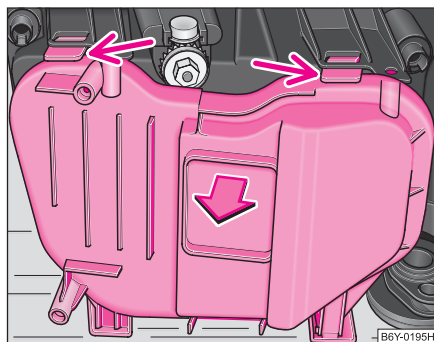
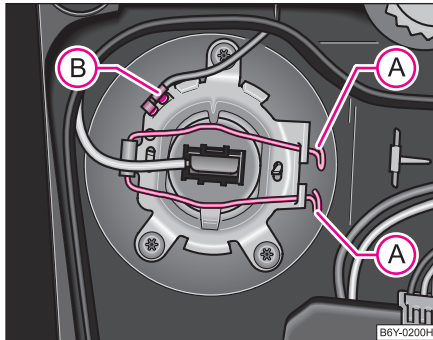
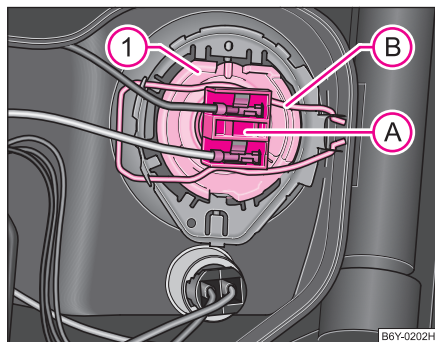

Abb. 173 Schutzabdeckung für Scheinwerfer vorn
Abb. 175 Ausbau der Glühlampe für Fernlicht
Abb. 177 Ausbau der Glühlampe für Ablendlicht
- Drücken Sie die Sicherungsfeder nach unten und bauen Sie die Schutzabdeckung ab ⇒ Abb. 173.
- Bauen Sie die Schutzabdeckung von der Rückseite des Scheinwerfers ab ⇒ Seite 240, Abb. 173.
- Trennen Sie die Steckverbindung (B).
- Federdrahtbügel (A) der Lampenhalterung zusammendrücken und abklappen.
- Die Steckverbindung (B) ⇒ Abb. 175 zusammenstecken.
- Ziehen Sie den Stecker (A) ab.
- Federdrahtbügel (B) durch Drücken in Richtung der Glühlampe und nach unten ausrasten und abklappen.
- Nehmen Sie die Glühlampe (1) heraus und setzen Sie die neue Glühlampe so ein, dass die Fixiernasen am Reflektor in den Aussparungen im Lampenteller liegen.
- Stecken Sie den Stecker (A) ⇒ Abb. 177 auf.